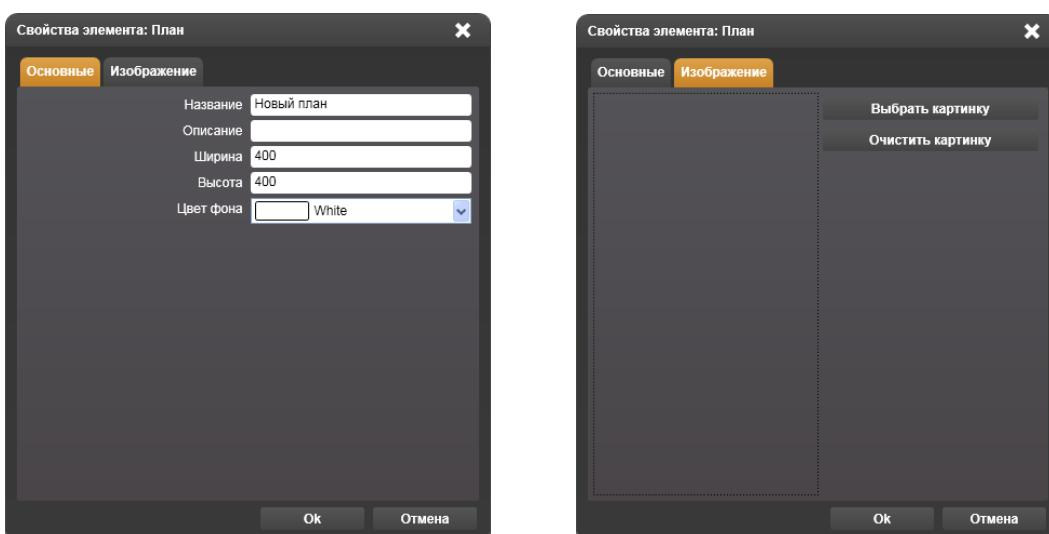
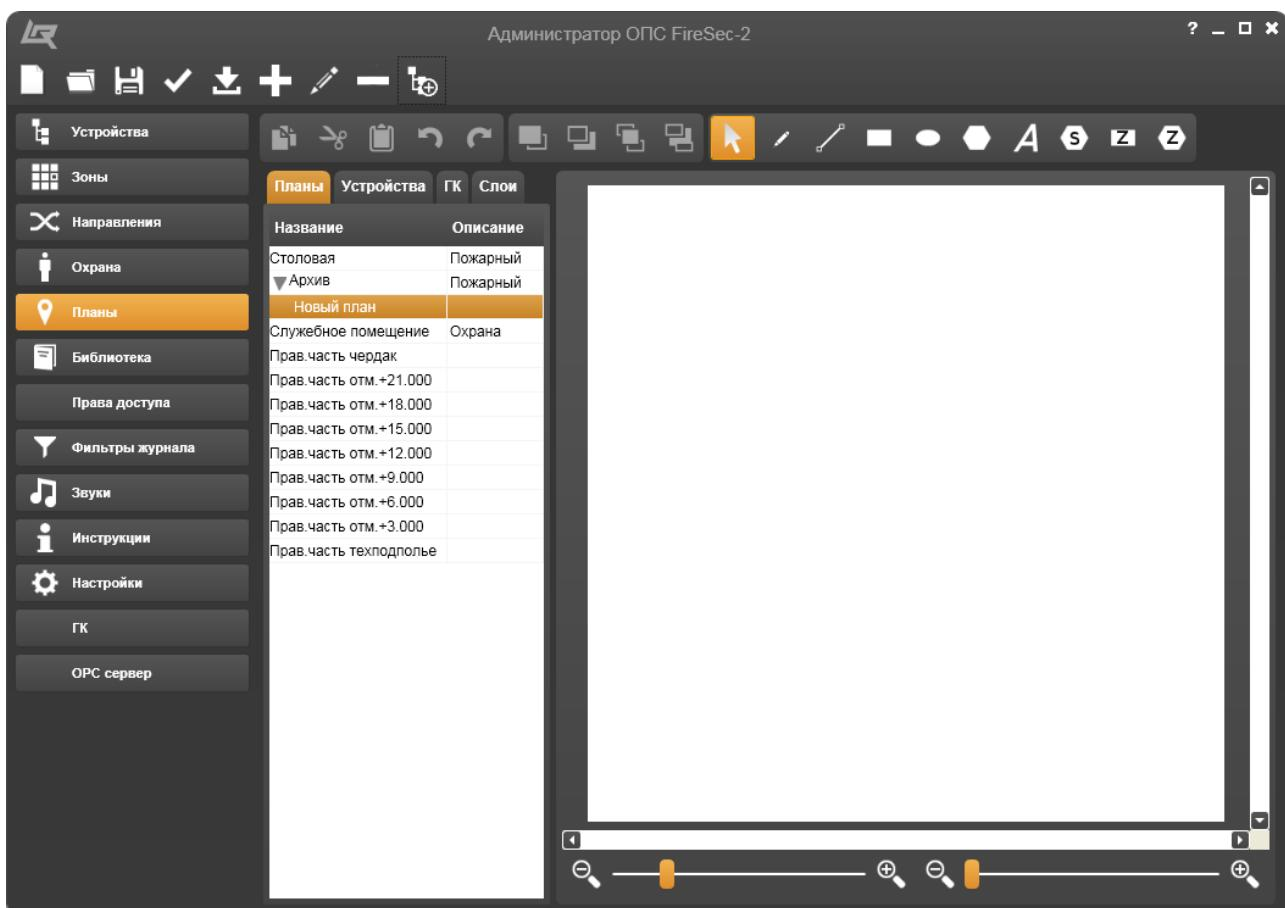

Рисунок 14.7.6 – Окно Свойства элемента:
Рисунок 14.7.9 – Новый план – Подплан под закладкой Планы
Кнопка – **Добавить** позволяет пополнять список планов в левом вертикальном поле. Если щелкнуть на этой кнопке, откроется окно **Свойства элемента: План** (Рисунок 14.7.6).
Если щелкнуть на этой кнопке, откроется окно **Свойства элемента: План** (Рисунок 14.7.6). После заполнения всех полей и щелчка на кнопке **Ok** окно закроется, а список планов пополнится новым планом, присоединенным к тому плану, который был выделен на момент создания нового плана (Рисунок 14.7.9). Эта функция позволяет производить декомпозицию сложных участков плана, укрупняя и детализируя его фрагменты.
- Присвоить новое наименование, воспользовавшись кнопкой панели инструментов или клавишей контекстного меню, выбрав функцию **Редактировать**. В открывшемся окне **Свойства фигуры: Подплан** (Рисунок 14.7.6) заполнить все необходимые поля и щелкнуть на кнопке **Ok**. В результате в списке планов появится новый подплан, присоединенный к плану.